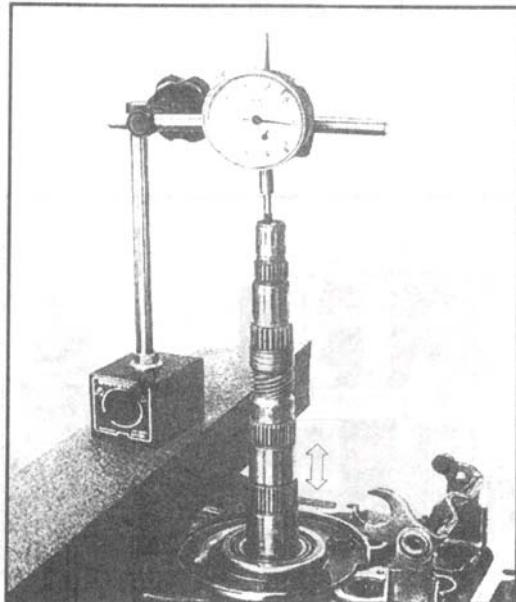

图 4-65 调整输出轴 (三)
(3) 在离合器壳上放置一个平台基准，再将有磁性底座的千分表置于平台基准上。在 1mm 的预紧力时，调零。按图 4-65 箭头方向上下窜动输入轴，读取并记录千分表读数（例如：0.3mm）。注意：测量时，不要转动输出轴，否则轴承会落下，得到错误的测量值。